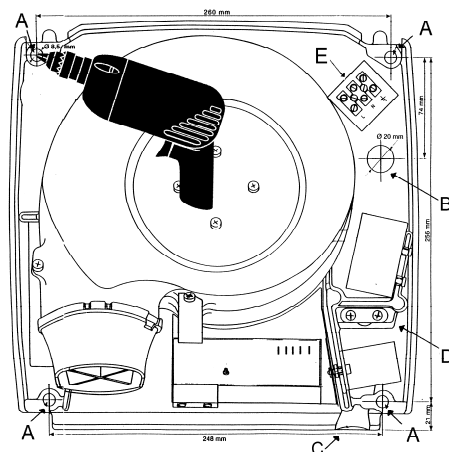

Fig. 1
- 1 Heng opp vedlagte skisse for boring (se Fig. 1) i vater med tape.
- 1 Ved direkte el-kobling fra fast kabel eller tilkoblingsboks i veggen bak tørreeren, skal kableen føres gjennom hullet "B" (Fig.1) i monteringsplaten og frem til koblingsklemme "E". Tilkobling med 3 ledere med et